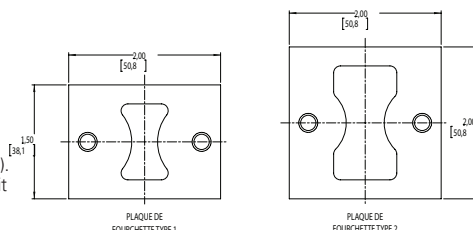

Figure 4
3. Une fois le disjoncteur/protecteur de circuit moteur installé, fixer la plaque de fourchette requise à la fourchette à l'aide des deux (2) vis n° 1/4-20 x 3/4 po (19,1 mm) et des deux (2) rondelles de blocage fendues de 1/4 po (6,4 mm), et serrer les vis au couple de 30 lb-po (3,4 Nm). Se reporter à la figure 4 et au tableau A4 pour la sélection de la plaque de fourchette appropriée pour l'assemblage.
* Voir la figure 4 à la page 2 pour de plus amples renseignements sur la plaque de fourchette.